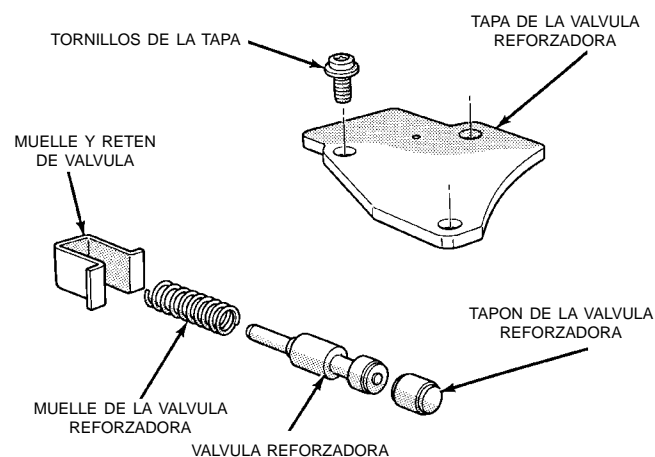

Fig. 53 Componentes de la válvula reforzadora
(14) Retire el retén de la válvula reforzadora, el muelle de válvula y la válvula reforzadora (Fig. 53).